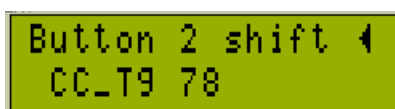

Рисунок 13
Для пользователей, которым недостаточно 12(5) кнопок для управления эффектами и пресетами, предусмотрен расширенный режим управления, т.н. режим «Shift». В режиме «Shift» существует две раскладки кнопок – первая раскладка – это стандартный режим работы, кнопки выполняют те функции, на которые они настроены в пользовательском меню, вторая раскладка – все кнопки выполняют функции CC контроллеров, при этом может быть выбран любой из трех вариантов поведения кнопки – CC_tg, CC_ct, CC_mt. Настройка кнопок для режима «Shift» производится в меню Buttons setup для кнопок с пометкой “shift”(см Рисунок 13).